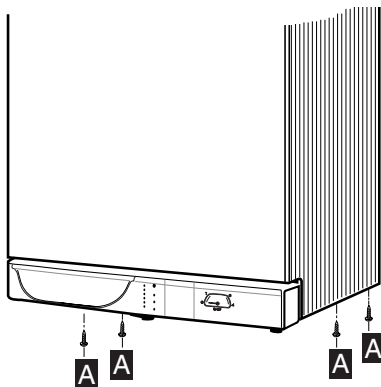

Abb. 20
- die vier Befestigungsschrauben A unten an der Verkleidung anziehen e (Abb. 20).